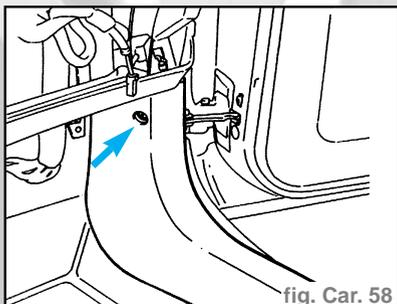

fig. Car. 58
- Dévisser la vis indiquée et déplacer le revêtement de bas de caisse (enjolveur de moquette) des deux côtés de la voiture (fig. Car. 58).